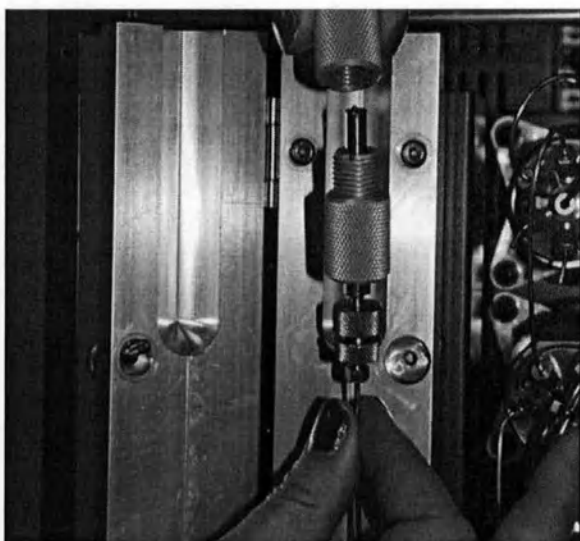

Рис. 3-13 Вставка картриджа
2. Выньте держатель картриджа и развинтите его против часовой стрелки (Рис. 3-13).